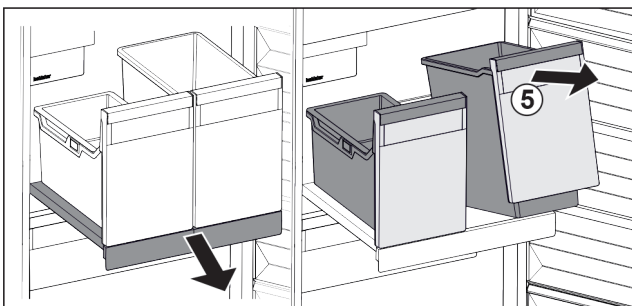

Fig. 117
- Soulever les bacs *Fig. 117 (5)* par l'avant.